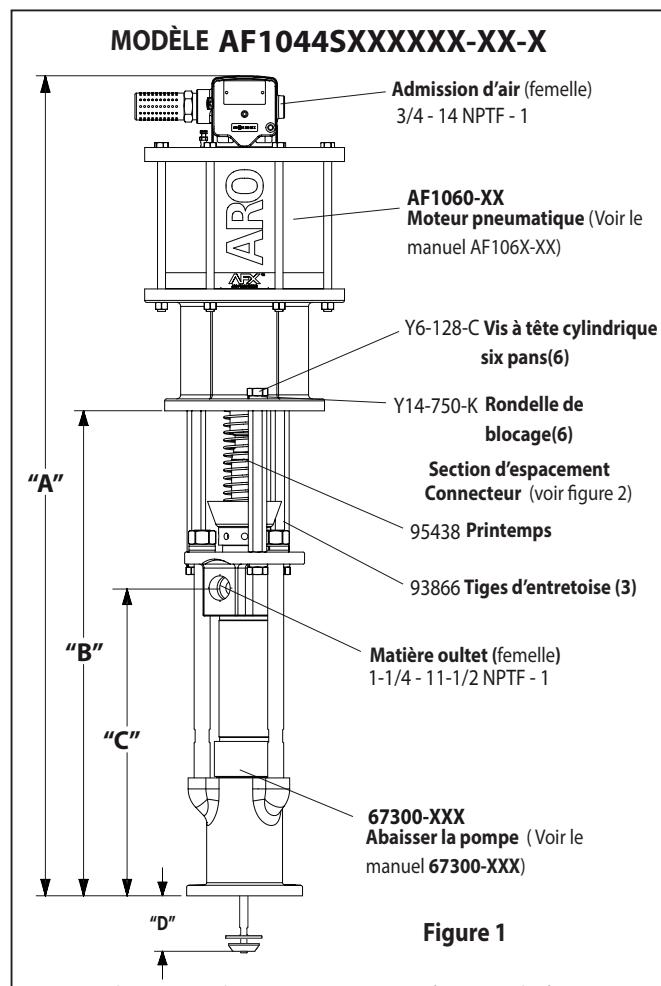

Figure 1
- Retirez les trois vis de blocage (Y6-128-C) et lock (Y14-750-K) rondelles de trois (93866) tiges d'espacement (voir figure 1).